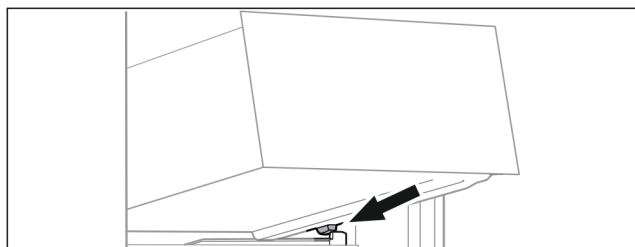

Fig. 192
- Applicare il cassetto inclinandolo dietro i fermi sulla nervatura del contenitore. (vedere Fig. 192)